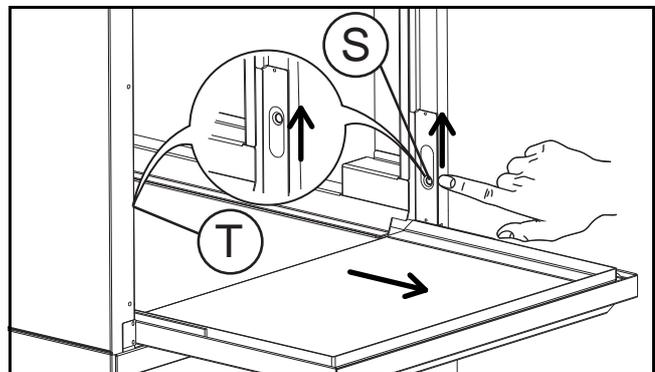

Abbildung 23 Die Tür aushaken
- Die Tür für den Zugang zum Tank aushaken (Abbildung 23):